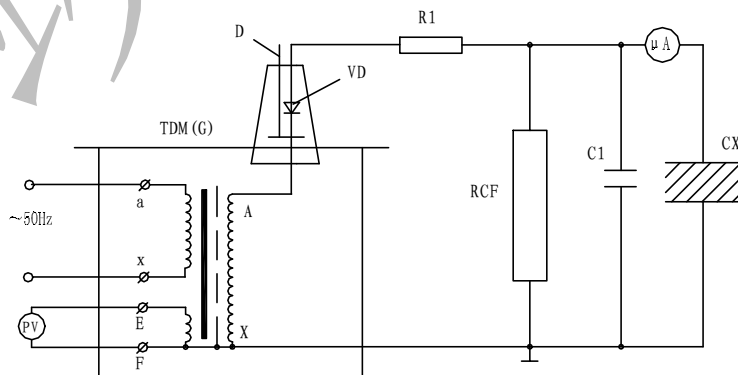

图 7 高压直流泄漏试验接线图
2、TDM (G) 试验变压器在做被试品的直流耐压或泄漏试验时接线原理图如图 7。
注: 此试验应先抽出短路杆 “D”, 图 7 中所示。